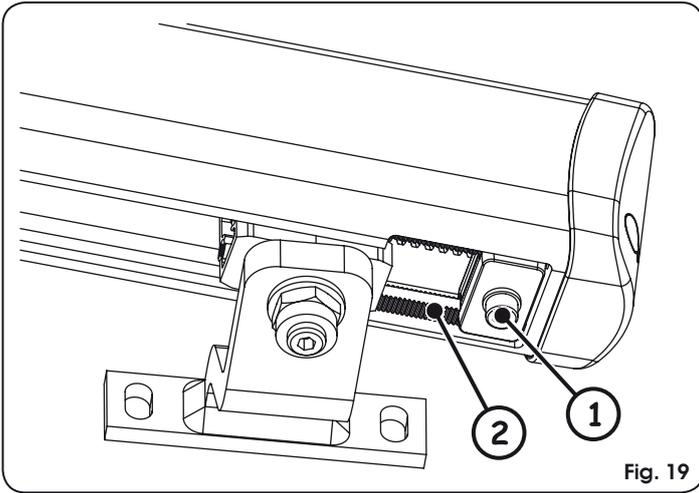

Fig. 19
⚠ Der mechanische Anschlag arbeitet gekoppelt mit einem Zahnsegment, Abb. 19 Bez. ②. Bei Behinderungen während der Bewegung sicherstellen, dass die Kupplung frei ist. KEINE GEWALT ANWENDEN.